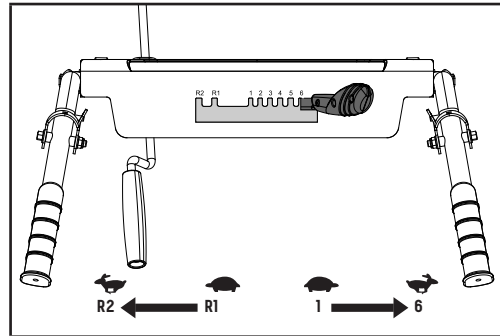

Figure 13
Votre souffleuse à neige a 6 vitesses en marche avant et 2 en marche arrière (figure 13).
2. Mettez le levier de commande de la vitesse sur la vitesse (marche avant ou marche arrière) que vous voulez (figure 13).